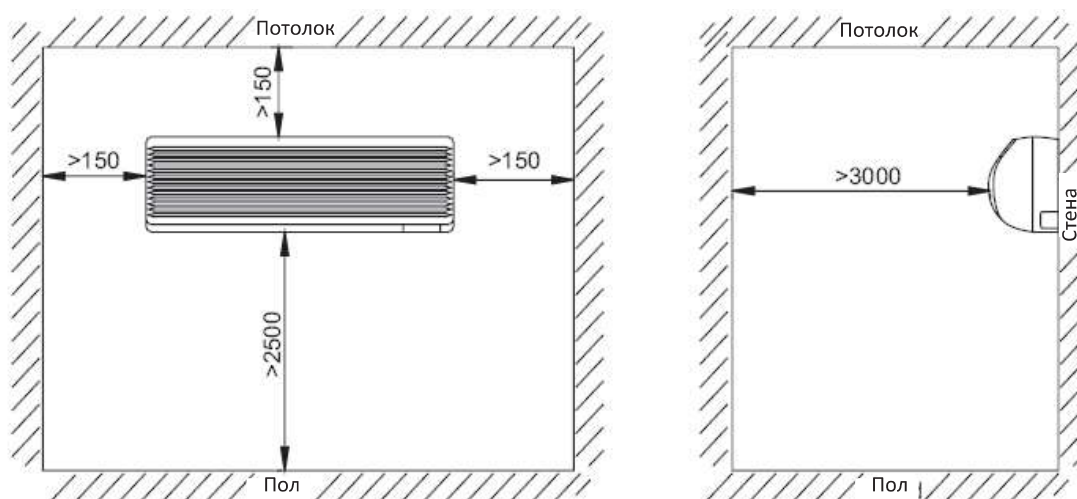

Рис. 11.13
11.3.1. На рис. 11.13 указаны минимальные допустимые расстояния от блока до ограждающих конструкций.